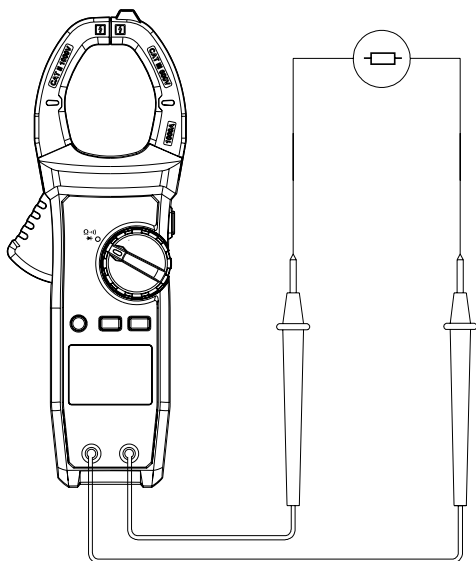

Рис.7. Проверка целостности
2) Установите переключатель на **•••**) и подсоедините щупы тестовых проводов к проверяемому элементу цепи (см. рис. 7). При значении сопротивления элемента цепи < 30 Ом, цепь считается целостной, будет звучать непрерывный звуковой сигнал. Если сопротивление между контактами превышает 50 Ом, звукового сигнала нет, что говорит об обрыве.